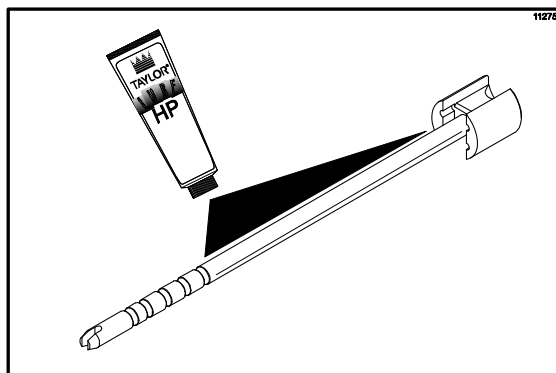

Abbildung 123
13. Die Welle des Kreismessers bis zur Rille schmieren. (Siehe Abbildung 123.)